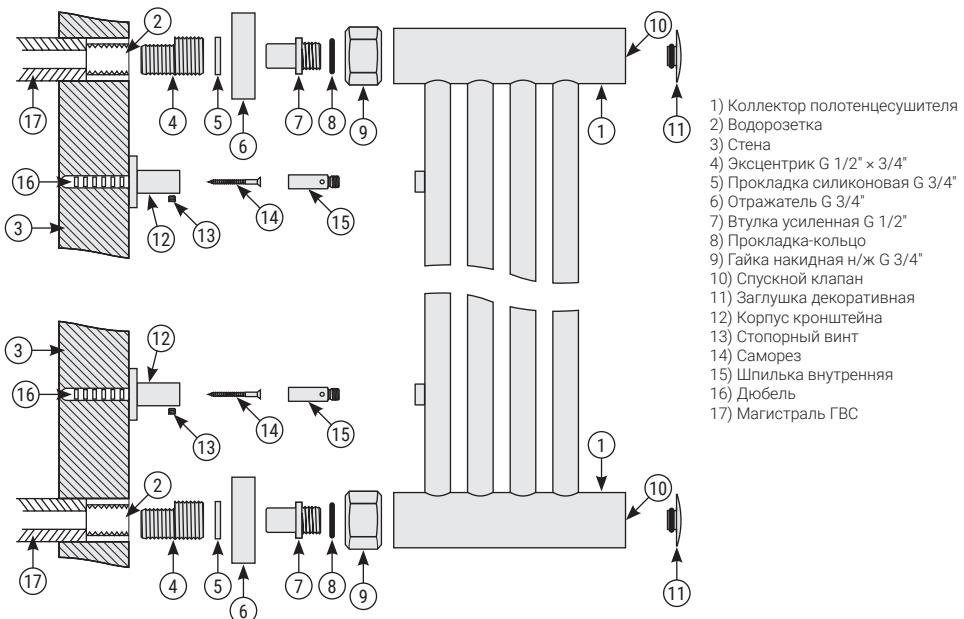

Рис. 1
ВНИМАНИЕ! Узел 7, 8, 9 (рис. 1) в сборе, прошел проверку на герметичность.
- 5.1. Сборку и установку изделия производить согласно схеме (рис. 1).
- 5.7. Для герметизации резьбовых соединений производитель комплектует изделие прокладками собственного изготовления (п. 3.6, п. 3.7 и рис. 1 «5», «8»).